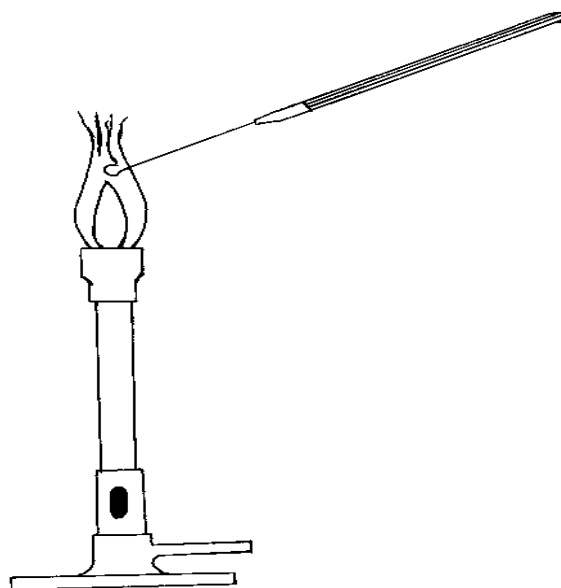

Fig. 1. PORTA ASA CON ALAMBRE
1. Corta dos tramos de 15 cm. de longitud de alambre de nicromel # 22, colócalos en el porta asas, con ayuda de unas pinzas de punta haz un arillo (asa) de 2 mm de diámetro (Fig. 1).